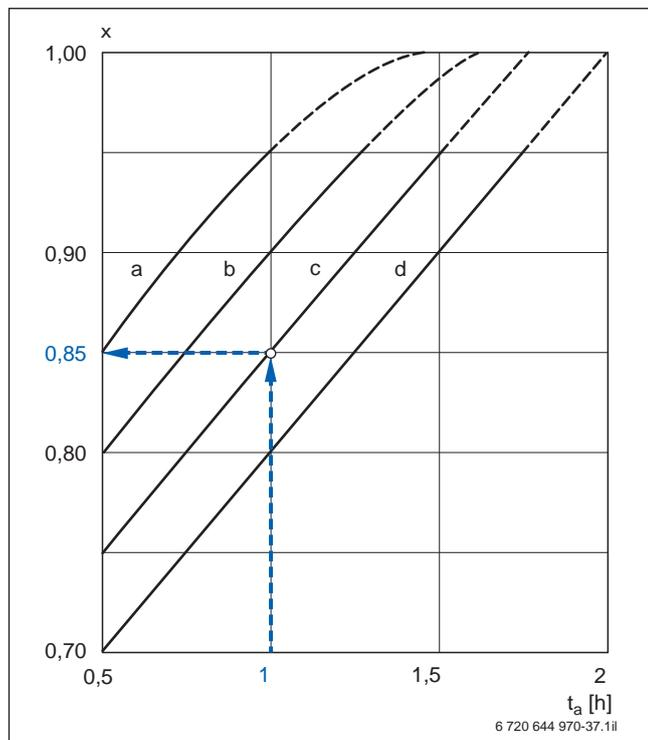

Bild 44 Übertragungs-Korrekturfaktor x; Beispiel blau hervorgehoben
Das Bild 150 (→ Seite 142) zeigt den Übertragungs-Korrekturfaktor x in Abhängigkeit von der Aufheizzeit (Beispiel → Bild 44). Wenn die Rücklauf-temperatur höher als die Speichersolltemperatur ist, gilt die Kurve a (für 60 °C Speichersolltemperatur) oder Kurve b (für 45 °C Speichersolltemperatur). Wenn die Rücklauf-temperatur unter der Speichersolltemperatur liegt, gelten die Kurven c oder d entsprechend.
- Es gilt Kurve c (→ Bild 44): Übertragungs-Korrekturfaktor $x = 0,85$
Legende zu Bild 44: